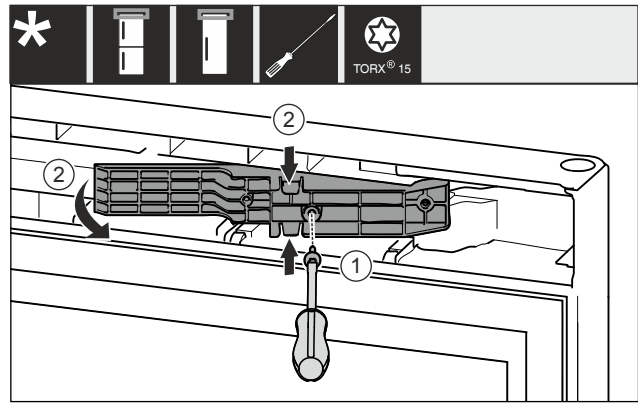

Fig. 12 *
- ▶ Lironi vidat me një kaçavidë T15. Fig. 12 (1)*
- ▶ Tërhiqni jashtë pjesën përshtatëse. Fig. 12 (2)*